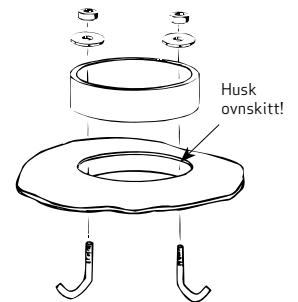
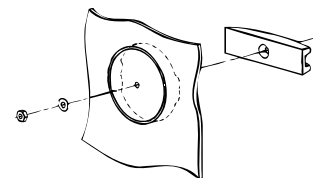

Fig. 4 Montering røykstuss
Fig. 6 Fjern blindlokk for røykuttak
4. Løft, ikke tipp, ovnen til oppreist stilling. Røykuttaket kan være plassert bak eller på de bakerste uttakene på sidene. Ild-stedets plassering avgjør hvilket røykuttak som skal benyttes. Røykuttak for toppmontering på 40 CB er tilleggsutstyr. Røyklokket fjernes med vedlagte spesialverktøy (se fig. 6).
Monter røykstuss som vist på fig. 4.
Fjern blindlokket som vist på fig. 6 og monter røykstuss som anvist på fig. 4. Husk ovnskitt. Fjern pakning og påfør ovnskitt i falsen mellom ovnen og overdelen og løft etasjen på plass.